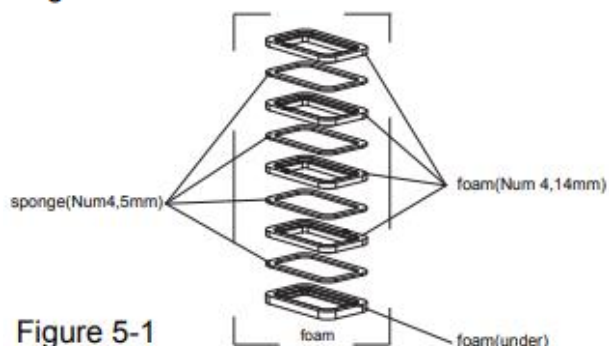

Figure 5-1
5. Avant d'installer le conduit d'air de l'unité intérieure du climatiseur pour véhicules de loisirs, assemblez la mousse en fonction de l'épaisseur du toit du véhicule. Après avoir simulé l'installation, utilisez une quantité appropriée d'éponge et de mousse. Collez l'éponge et la mousse avec du ruban adhésif double face (préparé par l'utilisateur) (voir figure 5-1, figure 5-2).